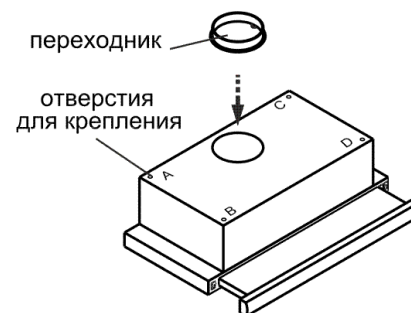
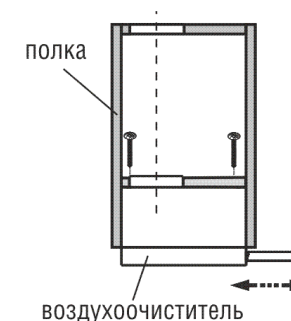

рис. 4
рис. 5
6.1 Установите пластиковый переходник с антивозвратным клапаном и зафиксируйте защелку (рис. 4).
6.2 Крепление воздухоочистителя к верхней полке над плитой (рис. 4, рис. 5):
- вырежьте дополнительное отверстие в полке шкафа (рис. 5) для воздуховода при работе в режиме «вытяжки» и для свободного прохождения воздуха при работе в режиме «рециркуляции».